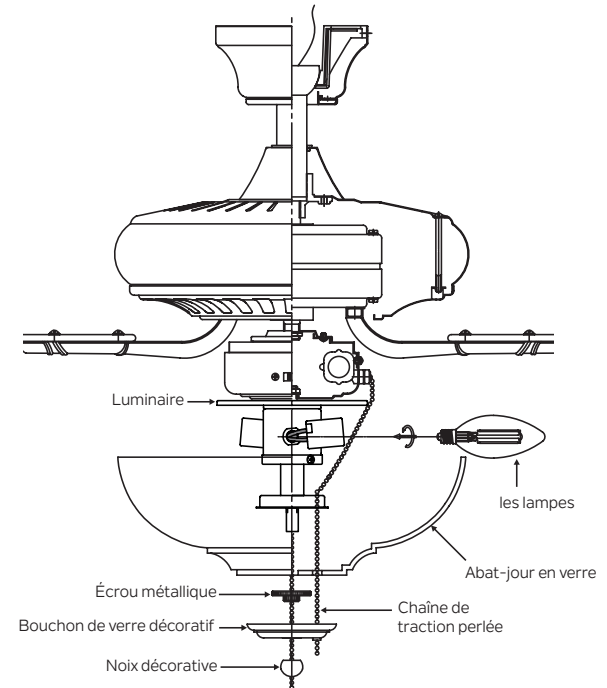

Fig. 19
2. Retirez l'écrou décoratif, le capuchon en verre et l'écrou métallique de la tige du luminaire. Glissez la chaîne à tirer perlée dans le trou extérieur de la nuance en verre, puis passez la chaîne à tirer en perle depuis la tige de la lampe à travers l'oeillet de la nuance. Maintenant, placez le store en verre sur la tige du luminaire. Fixez le store avec un écrou en métal (le côté en caoutchouc touche le store). (Fig. 19)
4. Attachez deux breloques à chacune des chaînes à tirer. (Fig. 19)